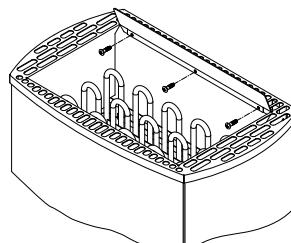

Рис. 5
- Закрепите входящий в комплект поставки воздухоотражатель, как показано на рис. 5. Для этого сначала выкрутите винт по центру крышки, а затем снова закрепите крышку этим винтом и еще двумя саморезами по металлу 4,2 x 9,5 из полиэтиленового пакета.